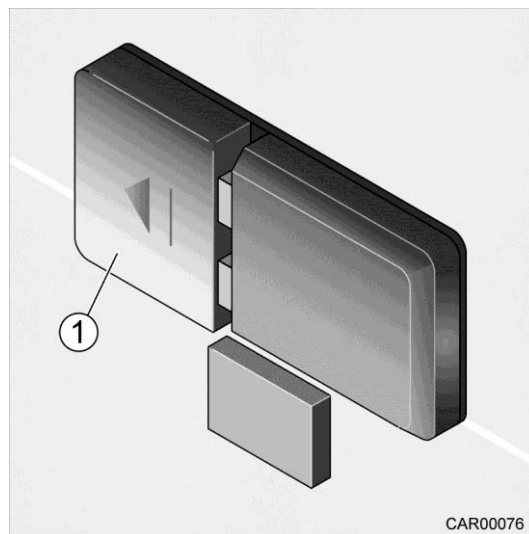

Fig. 189 Lampe qui marche sur piles
1. Enlever le cache (Fig. 189/1).